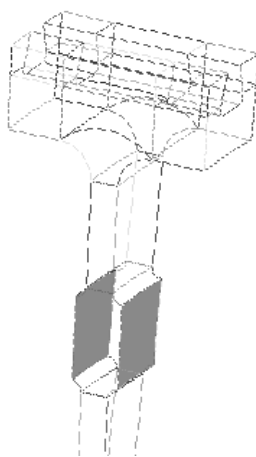

Рис. 7.25. Поверхности для закрепления модели
4) Закрепите сектор диска (пункты с 4 по 8). Выберите поверхности A33 и A36 (см. рис. 7.25), затем узлы, принадлежащие этим поверхностям;